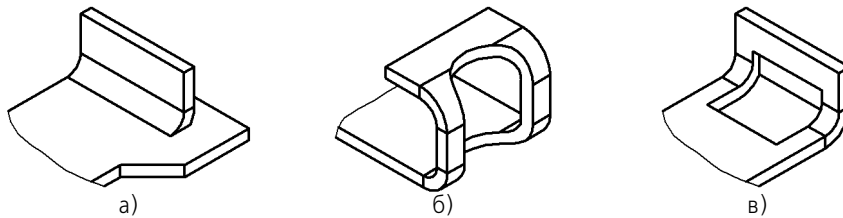

Рис. 92.5. Примеры листовых элементов, делающих невозможным разгибание сгиба: а) пластина, б) отверстие, в) вырез
- ▼ Элементы, затрагивающие сгиб, могут располагаться так, что разгибание или сгибание этого сгиба окажется невозможным (рис. 92.5, 92.6).